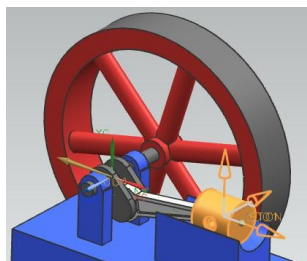

рис.120
- Саму **векторную силу** приложим к поршню, с *положительным* направлением справа налево, (рис.120).